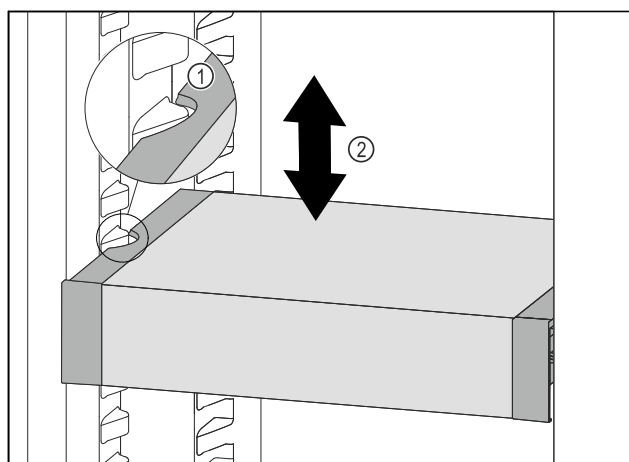

Fig. 152
- ▶ 向前移动 VarioSafe，直到 VarioSafe 两侧的凹槽与冷藏区中的容器肋梁持平。Fig. 152 (1)
- ▶ 在冷藏区中向上或向下移动 VarioSafe，直至所需高度。Fig. 152 (2)